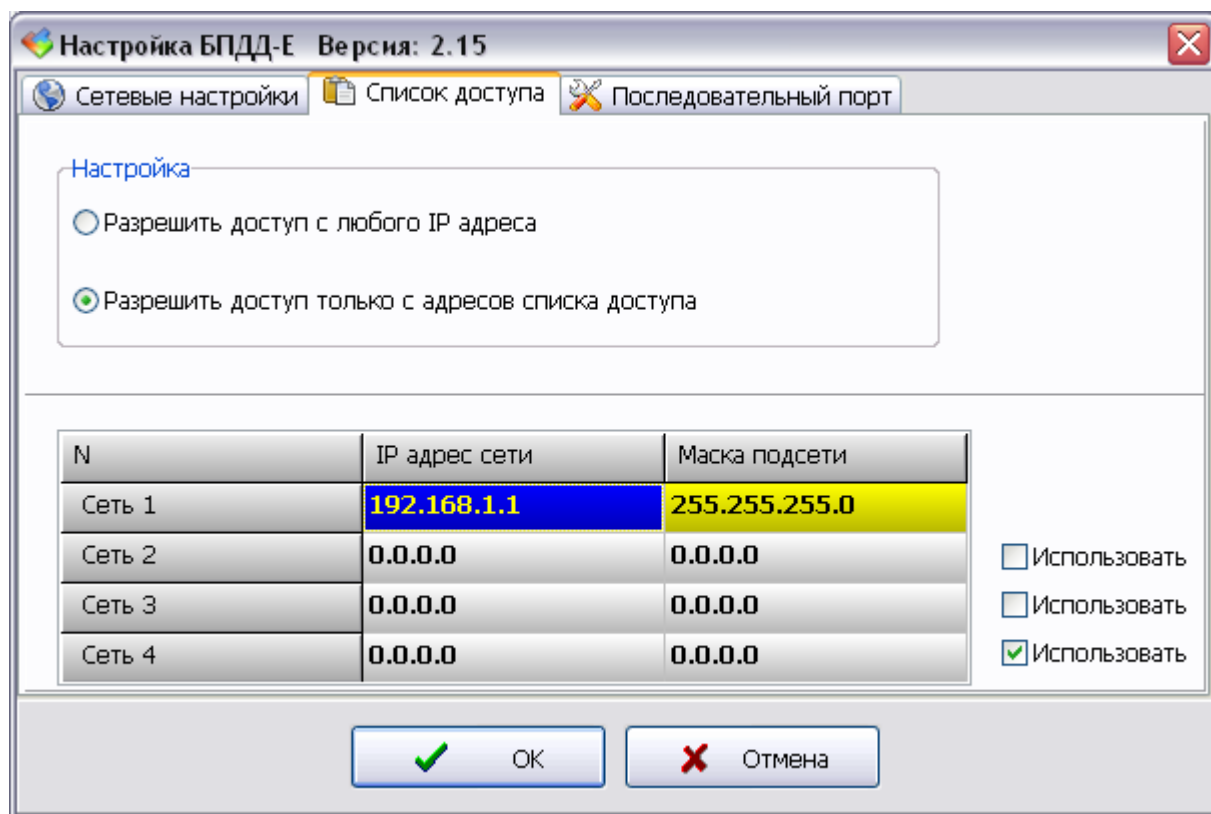

Рисунок 30 – Вкладка «Список доступа»
14.7.1 На вкладке «Список доступа» (рисунок 30) можно задать список доступа, который представляет собой четыре записи, содержащие адрес сетей, которым разрешена работа с КПУ через интерфейс Ethernet: для этого выбрать пункт «Разрешить доступ только с адресов списка доступа».